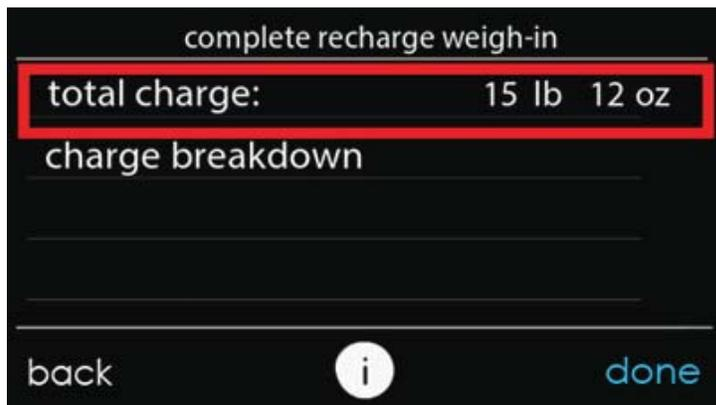

Fig. 21 – Se necesita una carga total para una carga completa A200039
14. Si se trata de una recarga completa, seleccione "Complete recharge" (Recarga completa) en la pantalla "Charging mode selection" (Selección de modo de carga). Esta pantalla mostrará la cantidad total de carga que se debe agregar para el serpentín interior, el conjunto de líneas y la unidad exterior (consulte la Fig. 21). La pantalla "Charge breakdown" (Desglose de la carga) muestra la carga necesaria para cada componente del sistema.